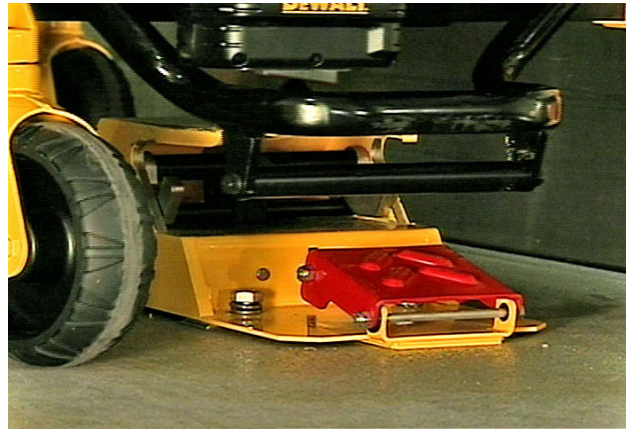

Figura 14 – Pedale totalmente premuto
1. Prima di tentare di inserire la barella nel dispositivo di ancoraggio, accertarsi che il pedale sia premuto a fondo e che la barella sia completamente abbassata (Figura 14).